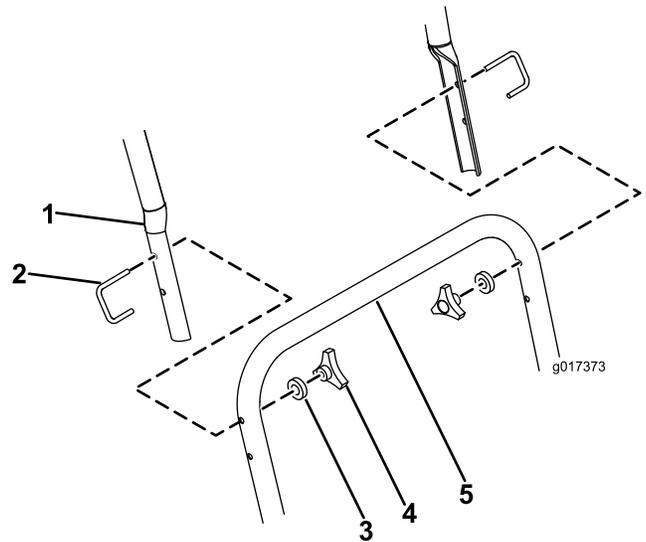

Bild 4
5. Befestigen Sie jede Seite mit einem U-Bügel, einer M6-Scheibe und einem Handrad, um den oberen mit dem unteren Bügel zu verbinden (Bild 4).